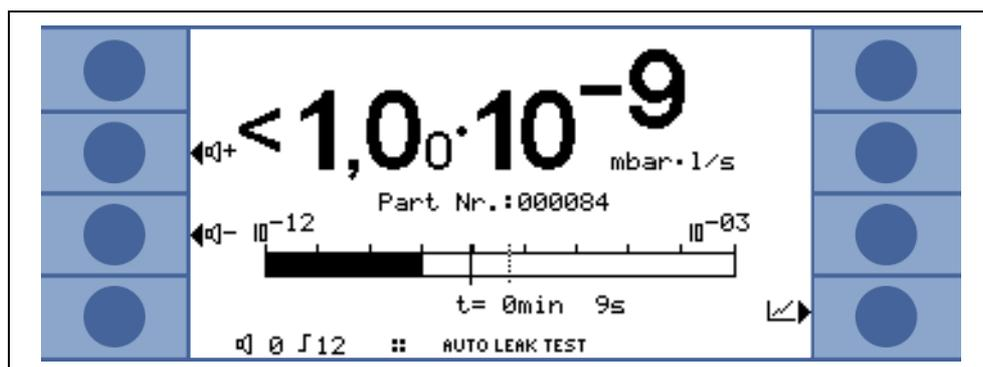

Fig. 5-1 : Écran, mode de mesure
Dès qu'une pression de 15 mbar (11 Torr ou 1 500 Pa) est atteinte, le détecteur de fuites bascule en mode de mesure. Le taux de fuites mesuré est alors affiché. Pour en savoir à propos des informations affichées, voir Fig. 5-1.
- au format numérique combiné avec une barre indicatrice Fig. 5-1
Le taux de fuites est affiché sur l'écran en grands chiffres, voir Fig. 5-1. L'unité de mesure du taux de fuites est également affichée. La pression d'admission est affichée sous le taux de fuites par des chiffres de plus petite taille (v. chapitre 6.4.4 Unités).